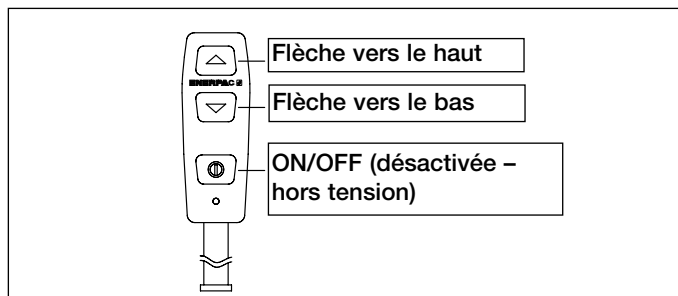

Figure 7
5.2 Fonctionnement de la télécommande (voir la figure 7)
Le débit d'huile et le moteur sont tous deux contrôlés par les commandes de la télécommande. La pompe démarre et le piston se serre lorsqu'on enfonce le bouton de flèche vers le haut de la télécommande. La pompe démarre et le piston se desserre lorsqu'on enfonce le bouton de flèche vers le bas de la télécommande. Lorsqu'on relâche l'un ou l'autre de ces boutons, la pompe s'arrête et la pression se décharge dans les tuyaux (voir la figure 7).
4. Appuyez sur le bouton de flèche vers le haut de la télécommande et tenez-le enfoncé. (voir la figure 7). Laissez la pression s'accumuler.
- b. Appuyez sur le bouton de flèche vers le haut de la télécommande et tenez-le enfoncé. (Voir la figure 7).